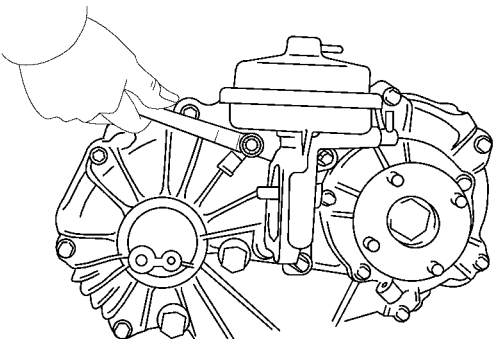

图 12-44 将膜片泵体装到传动装置外壳上旋紧三个螺栓
(20) 安装传动装置指示器开关。
(21) 安装车速表从动齿轮。
(22) 安装膜片泵体。将一个新 O 形密封圈装到膜片泵体上，再将膜片泵体装到传动装置外壳上，旋紧三个螺栓，如图 12-44 所示。